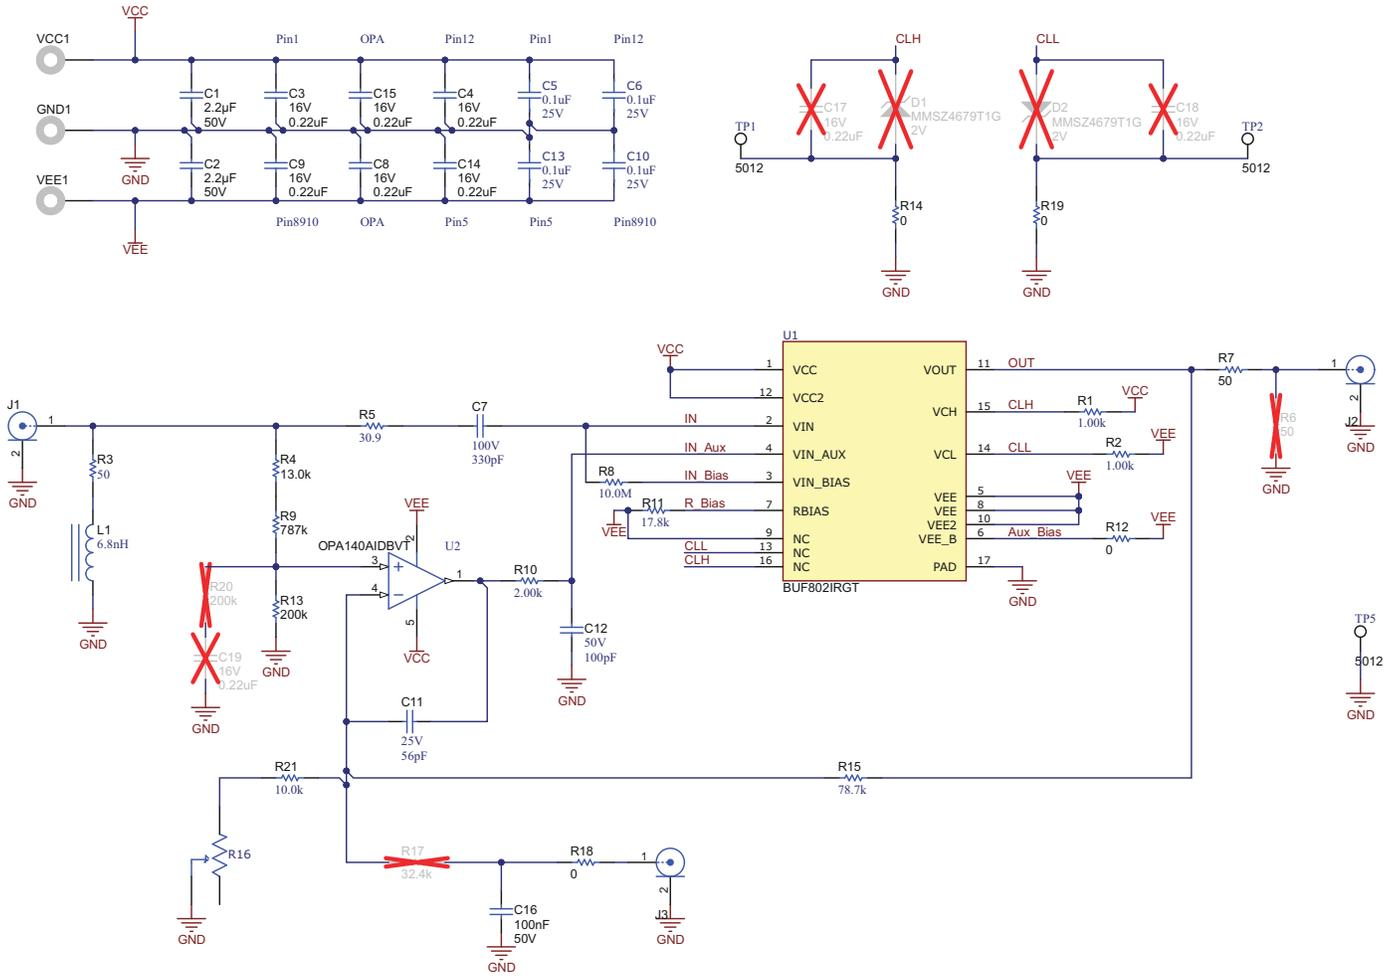

图 8-10. 布局示例：布局参考原理图
- **S21 传递函数中的峰值**：保持最小布线迹线长度对于防止 BUF802 的 S21 传递函数中的峰值至关重要。跟踪电感会与 BUF802 的输入电容形成谐振电路，从而在 S21 响应中产生峰值。添加一个与直流阻断电容器串联的小电阻器 (图 8-10 中的 R5)，以抑制跟踪电感和 BUF802 的输入电容产生的 LC 谐振。选择具有低等效串联电感 (ESL) 的串联电容器 (图 8-10 中的 C7)，以更大限度地降低总电感。
- **电源旁路电容器**：将电源旁路电容器安装在尽可能靠近电源引脚的位置，并与 BUF802 安装在 PCB 的同一侧。如图 8-10 中所示，选择低电感 LICC 电容器 (C5、C6、C13 和 C10) 以最大限度地减小 BUF802 与旁路电容器之间的高频率阻抗。在旁路电容器与 GND 之间使用多个过孔，以减少串联电感。如图 8-10 中所示，还应在 50Ω 输入终端电阻 (R3) 上使用多个过孔连接到 GND。将旁路和端接过孔连接到实心的 GND 平面。